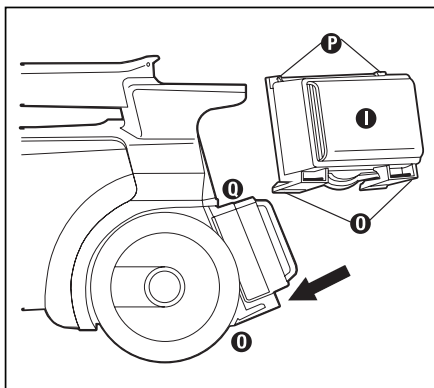

Fig. 14
**Étape 1 :** Introduisez fermement les onglets de coin supérieur du filtre (1) sous les onglets arrière du carter (2) (Fig. 14).
**Étape 2 :** Faites pivoter le filtre (1) vers le bas jusqu'à ce que les crochets (2) on filter click securely into place on the cleaner (Fig. 14).